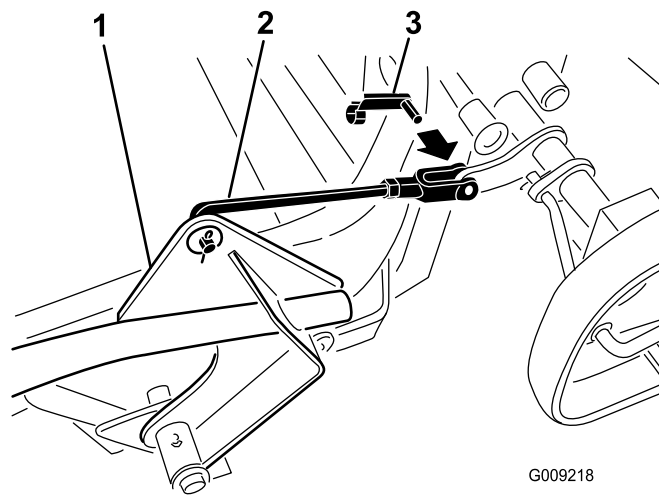

Figure 10
1. Retire el pasador de muelle del conjunto de la palanca del ensacador (ver Figure 10).
6. Gire el acoplamiento de la palanca del ensacador hacia arriba hasta el conjunto del ensacador y sujételo con un pasador con muelle (Figure 10).